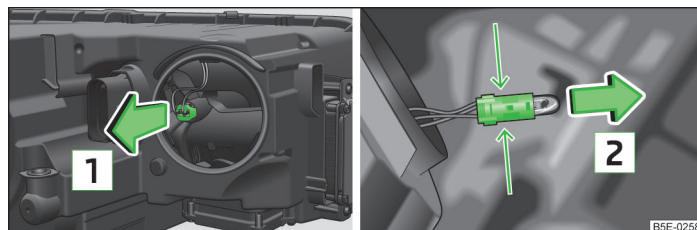

Fig. 225 Far cu xenon și luminile de zi cu LED: Bec pentru lumina de poziție suplimentară
- Scoateți soclul împreună cu becul, prin mișcări pendulatorii, în sensul săgeții **1** » fig. 225.